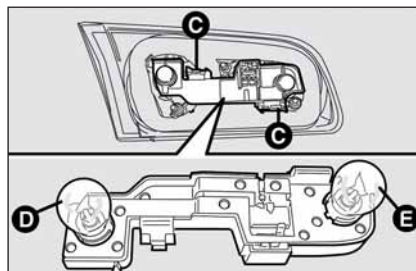

fig. 31
- ☐ presione hacia el interior las aletas de fijación **C**-fig. 31 de bloqueo del portalámparas y sáquelo de su alojamiento;
La ubicación de las lámparas del grupo óptico es la siguiente (**fig. 31**):